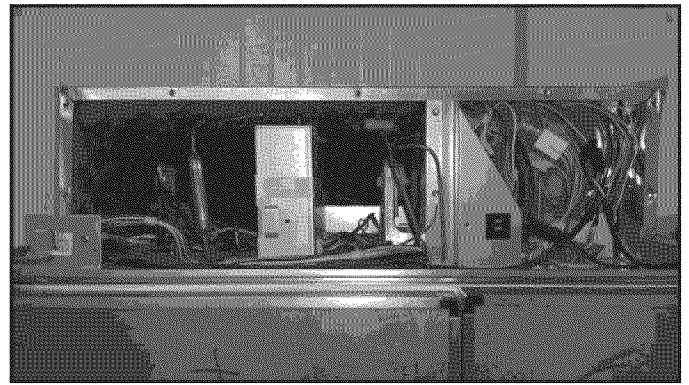

FIGURE 24
29. Réinstaller la niche (couvercle supérieur de l'appareil) retirée à l'étape 5. Voir *Figure 24*.